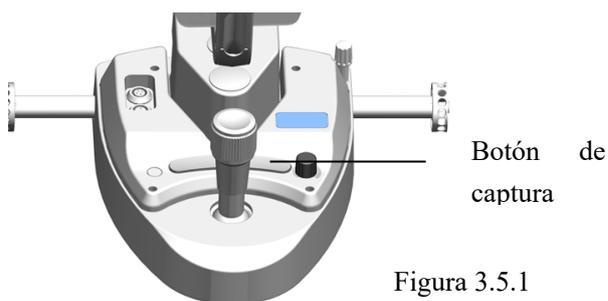

Figura 3.5.1
- Botón de captura (ver Figura 3.5.1), presione el botón de captura en el modo de cámara para tomar una foto; presione el botón de captura en el modo de video para comenzar a grabar, presione el botón de captura en el estado de grabación para finalizar la grabación actual.